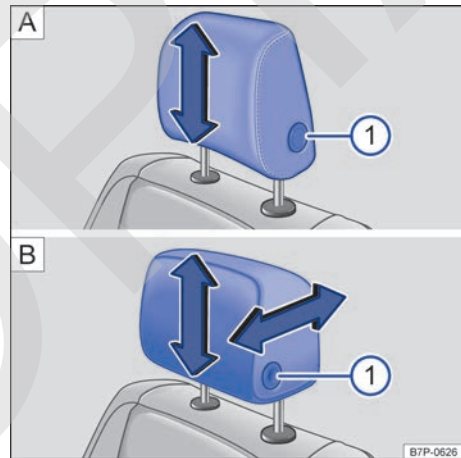
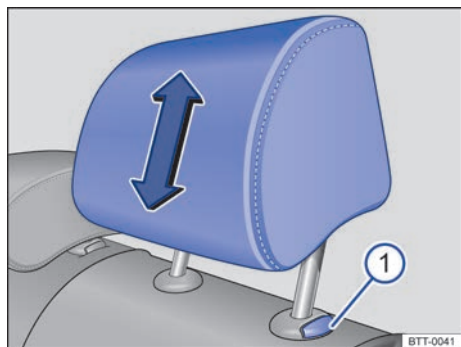

Fig. 108 Ajuste de los apoyacabezas delanteros: **A** Apoyacabezas sin ajuste longitudinal y **B** apoyacabezas con ajuste longitudinal.
Fig. 109 Ajuste de los apoyacabezas traseros.
- Desplace el apoyacabezas en el sentido de una de las flechas: o bien hacia arriba, o bien hacia abajo a la vez que presiona la tecla → **fig. 108** ① o → **fig. 109** ① → ⚠ en *Introducción al tema* de la pág. 134.
- Desplace el apoyacabezas en el sentido de una de las flechas horizontales: o bien hacia delante, o bien hacia atrás a la vez que presiona la tecla → **fig. 108** A ①.